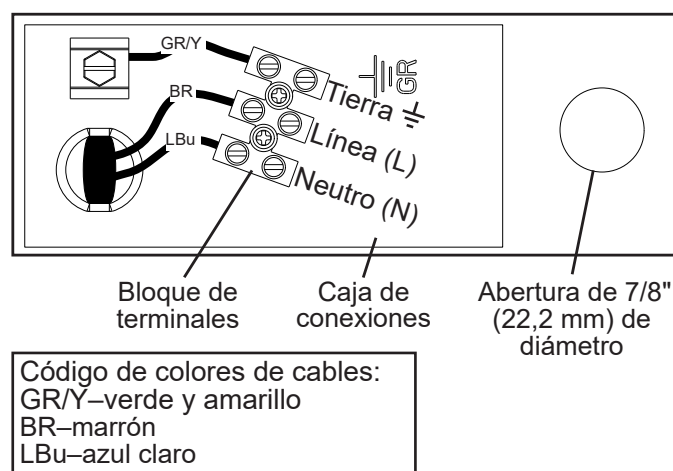

Fig. 7
- El terminal neutro del bloque de terminales (cable azul claro) debe conectarse al conductor neutro de la fuente de alimentación eléctrica. Consulte la Fig. 7. **¡ATENCIÓN! Un cableado incorrecto puede provocar daños graves en la máquina de hielo.**